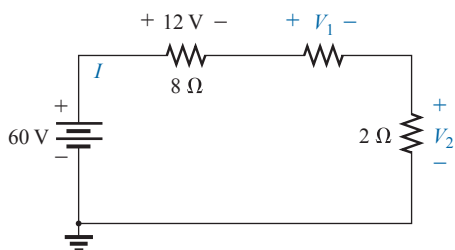

Figura 5.106 Problema 22.
- 22. a) Descubra a corrente I para o circuito da Figura 5.106. b) Descubra a tensão V_2 . c) Descubra a tensão V_1 usando a lei de Kirchhoff para tensões.